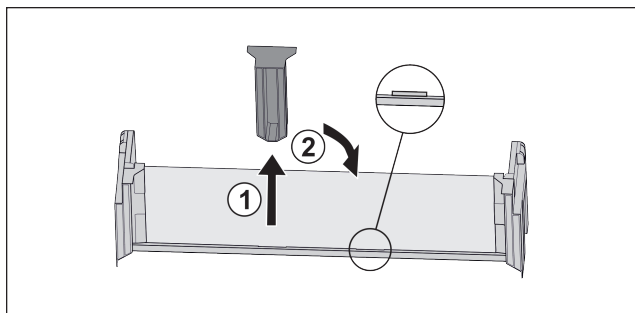

Fig. 96
- ▶ 拉出中间的定位件 Fig. 96 (1)。
- ▶ 将中间的定位件插入第二个位置 Fig. 96 (2)。